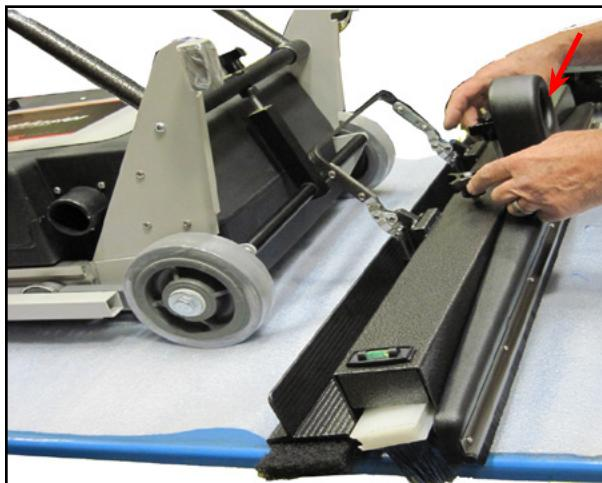
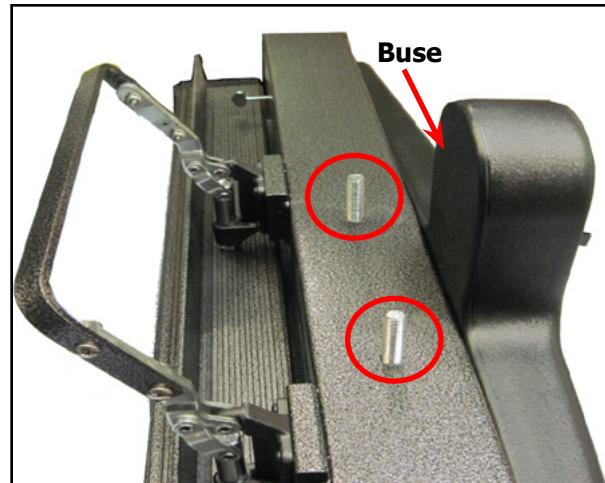

Figure 2. Placer les assemblages ensembles, sur une surface plane
Figure 3. Boutons cannelés retirés de l'ensemble de tête ; buse orientée vers l'extérieur
1. Plaçant l'ensemble de tête et l'assemblage du boîtier sur une surface plane (voir Figure 2).
2. Désserrant les deux boutons cannelés situés sur l'ensemble de tête (voir Figure 2 et Figure 3).